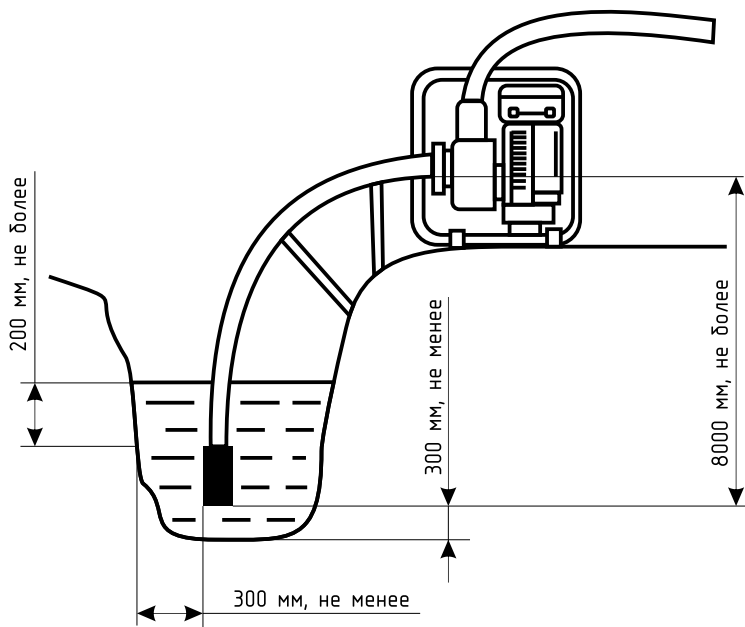

Рис. 1 Установка мотопомпы
Установить мотопомпу вблизи водоема (емкости). Опустить фильтр всасывающего рукава в водоем, обеспечив вертикальное положение фильтра, как показано на рис. 1. Выпускной рукав при этом должен быть выше на 70–100 мм относительно корпуса насоса. Мотопомпу установить на ровную площадку с минимально возможным наклоном относительно горизонтальной поверхности, но не более 10° во избежание поломки двигателя из-за недостаточной смазки.
- установить мотопомпу, как показано на рис. 1